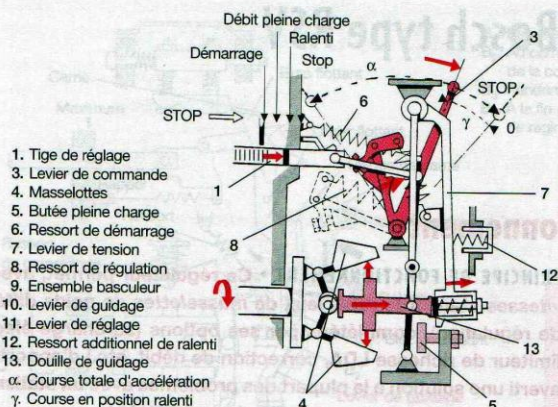

Figure 93.2. Régulateur Bosch RSV, position ralenti
La *tige de réglage* (1) prend une position en rapport avec l'équilibre *force centrifuge* (masselottes), ressorts (6) et (12) (fig. 93.2).